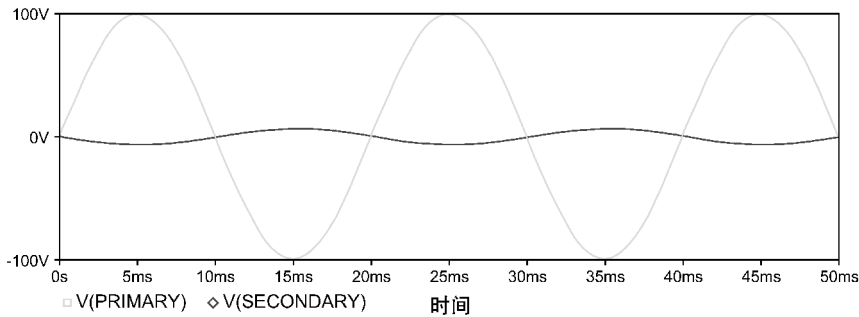

图 9.11 降压变压器的一次侧和二次侧电压波形
5. 在变压器的一次侧和二次侧网络节点处放置电压探针，对电路运行仿真分析。仿真结果如图 9.11 所示，当输入电压为 100V 正弦波时，输出电压为 6.4V 的正弦波，输入、输出相位差 180°。